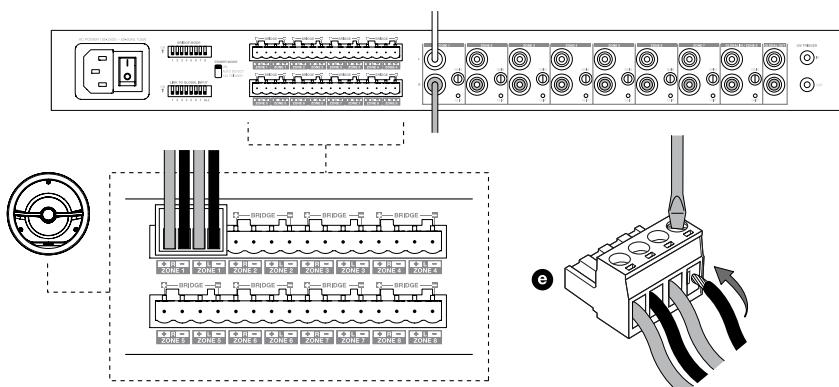

Imagen 7
1. Ligue o cabo da coluna ao conector Phoenix e reinsira-o no amplificador (ver "Imagen 7").